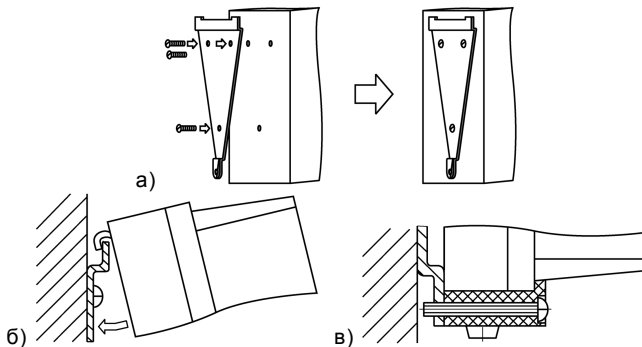

Рисунок 5.1 Монтаж прибора настенного исполнения
- 1) Закрепить кронштейн тремя винтами М4×20 на поверхности, предназначенной для установки прибора (см. Приложение А и рисунок 5.1, а).
- 2) Зацепить крепежный уголок на задней стенке прибора за верхнюю кромку кронштейна (рисунок 5.1, б)
- 3) Прикрепить прибор к кронштейну винтом М4×35 из комплекта поставки (рисунок 5.1, в).